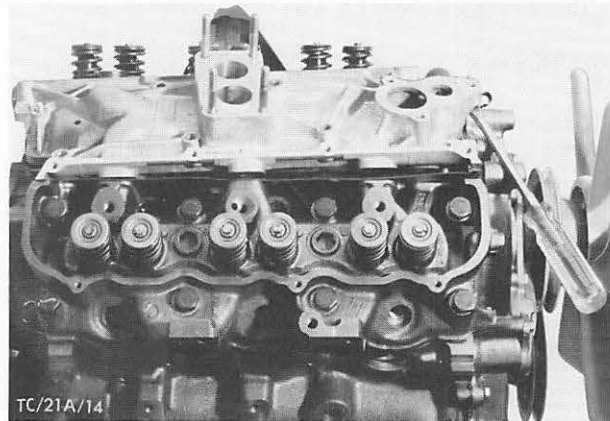

Abb. 206 Ansaugkopf abbauen
8. Zündkerzen herausschrauben, Zylinderkopfhäuben (14 Schrauben) und Ansaugkopf (6 Schrauben, 2 Muttern) mit Bypass-Schlauch abbauen. Falls erforderlich, Ansaugkopf mit einem Hebel von der Dichtung lösen, Abb. 206, nicht mit einem Schraubenzieher zwischen die Dichtflächen gehen.